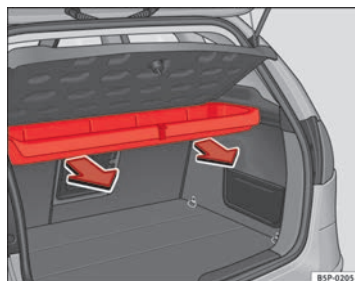

Fig. 123 Desmontaje caja portaobjetos
- Tire hacia afuera hasta desenclavar la caja de los ejes de giro ⇒ fig. 123.